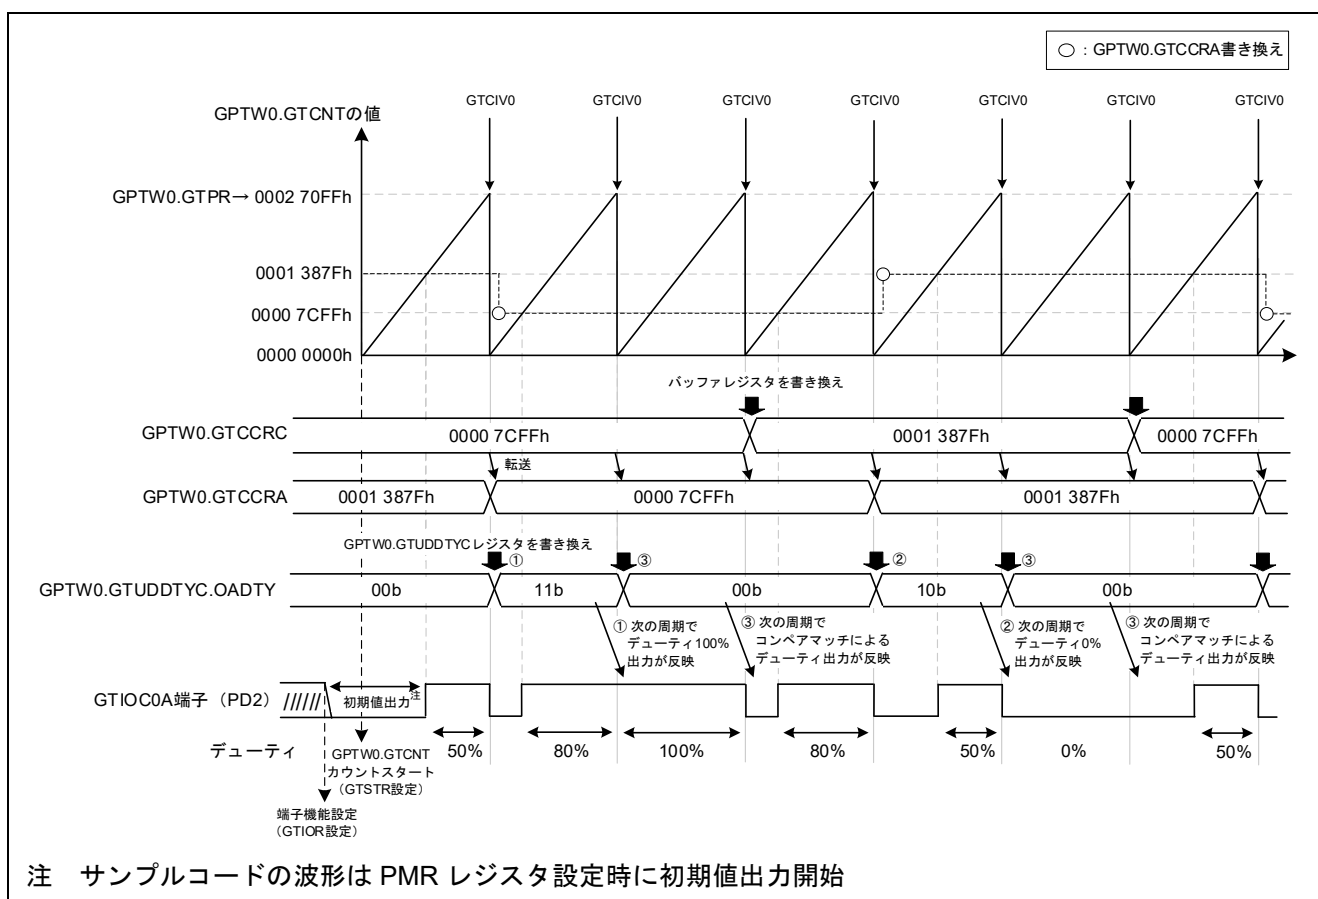

図 4-81 サンプルコードの動作
- デューティの変更タイミングの詳細は図 4-81 を参照
本サンプルコードの動作を図 4-81 に示します。周期ごとにデューティの設定を変更するため、GTCNT カウンタのオーバーフロー割り込み (GTCIV0) でバッファレジスタ GTCCRC の値を書き換え、GTCNT カウンタのオーバーフロー発生時に GTCCRC の値を GTCCRA へ転送する動作を基本としています。